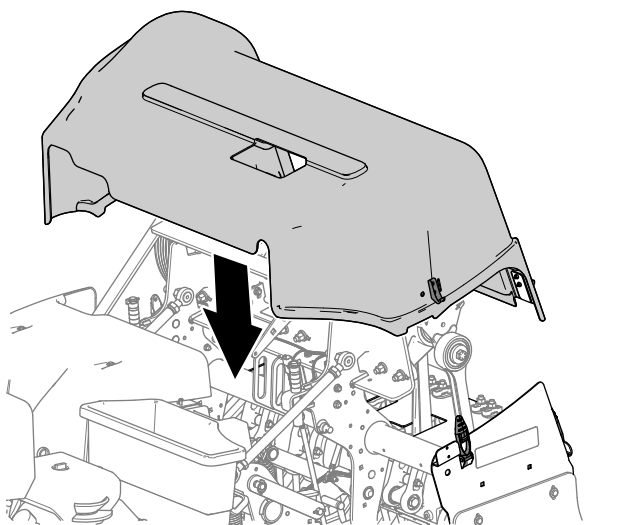

図 141
1. 図 141 に示すようにコアリングヘッドを機体に配置する。